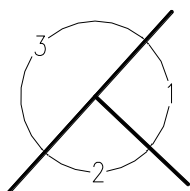

图 2-2B
2. 图 2-2B 所示的情况，拖动鼠标选择适当的区域，可以绘制角 1、角 2 或角 3 的角分线。